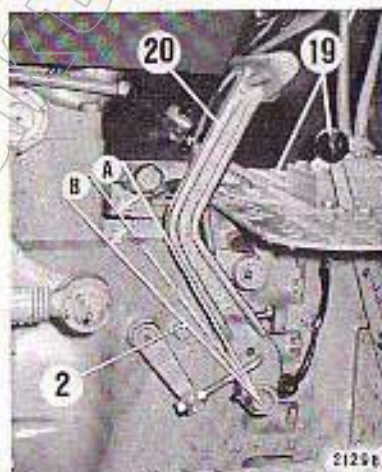

Bild 9
Das Einschalten der Zapfwelle darf nur bei ausgerückter Zapfwellenkupplung erfolgen. Zum Auskuppeln wird der Fußhebel (20) bis zum Anschlag (2) durchgedrückt (B) (Bild 9) und nach einer kleinen Pause der Schalthebel (19) der Zapfwelle betätigt.